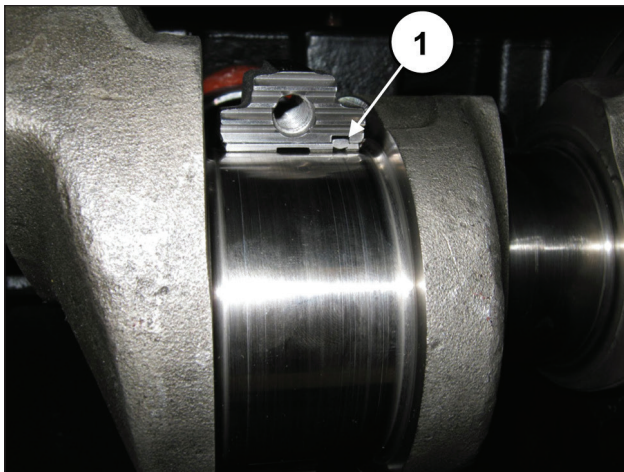

Abb. 68
zu liegen kommt (Pos. ①, Abb. 68).**